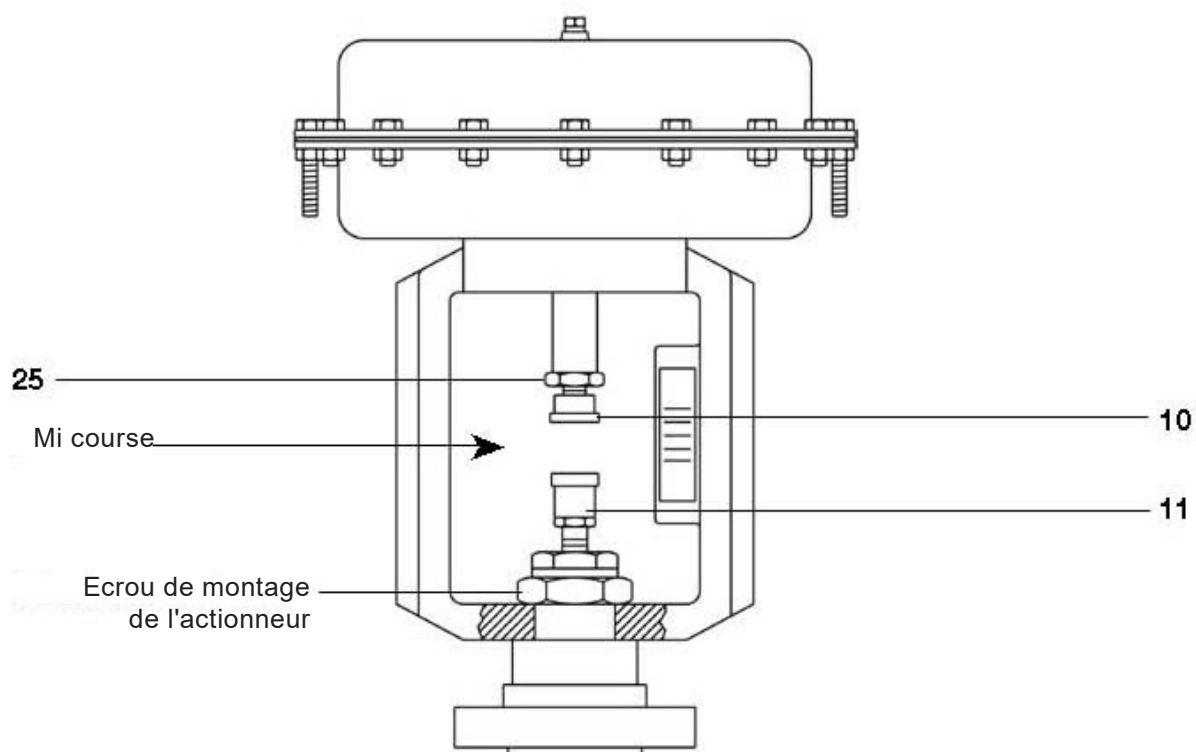

Fig. 9
- Desserrer et enlever l'écrou de montage de l'actionneur (voir Fig. 9), puis dégager l'actionneur de la vanne.